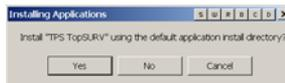

Abbildung 1-9. Installieren von TopSURV
- 6. Klicken Sie im *Installationsdialog* (Abbildung 1-9) auf **Ja**, um TopSURV im Standardordner auf dem Feldrechner zu installieren.